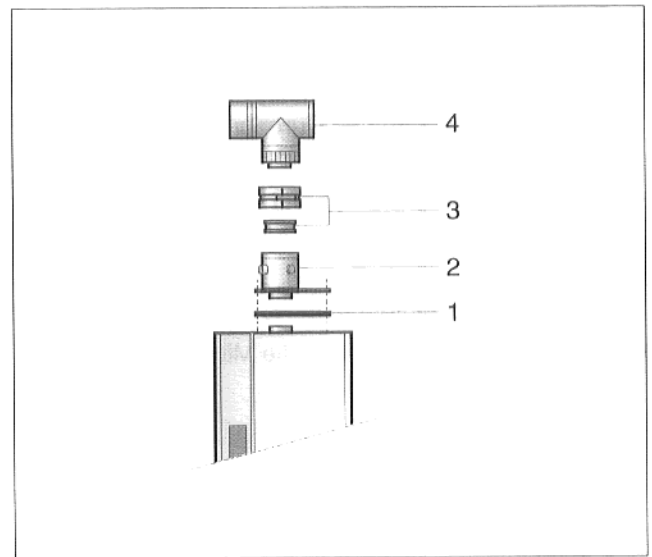

Abb. 13 Montage Kesselanschluß GB112 W/WT und Linea
- Konzentrische Anschlußplatte (Abb. 13, Pos. 2) mit Dichtung (Abb. 13, Pos. 1) am Heizkessel montieren.
- Silikonmanschette und Klemmband (Abb. 13, Pos. 3) über konzentrische Anschlußplatte schieben
- Revisions-T-Stück (Abb. 13, Pos. 4) aufstecken und mit Silikonmanschette und Klemmband Verbindungsstelle verschließen.